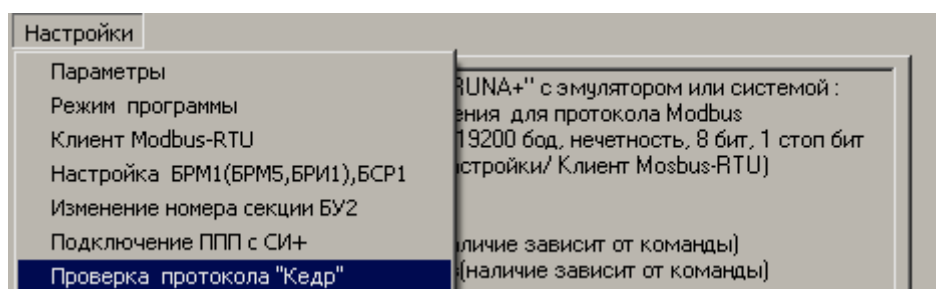

Рисунок 7.33
7.5.2 В меню «Настройки» выбрать опцию «Проверка протокола «Кедр» (рисунок 7.33). В результате активируется форма «Кедр v1.4-v2.2» представленная на рисунке 7.34.